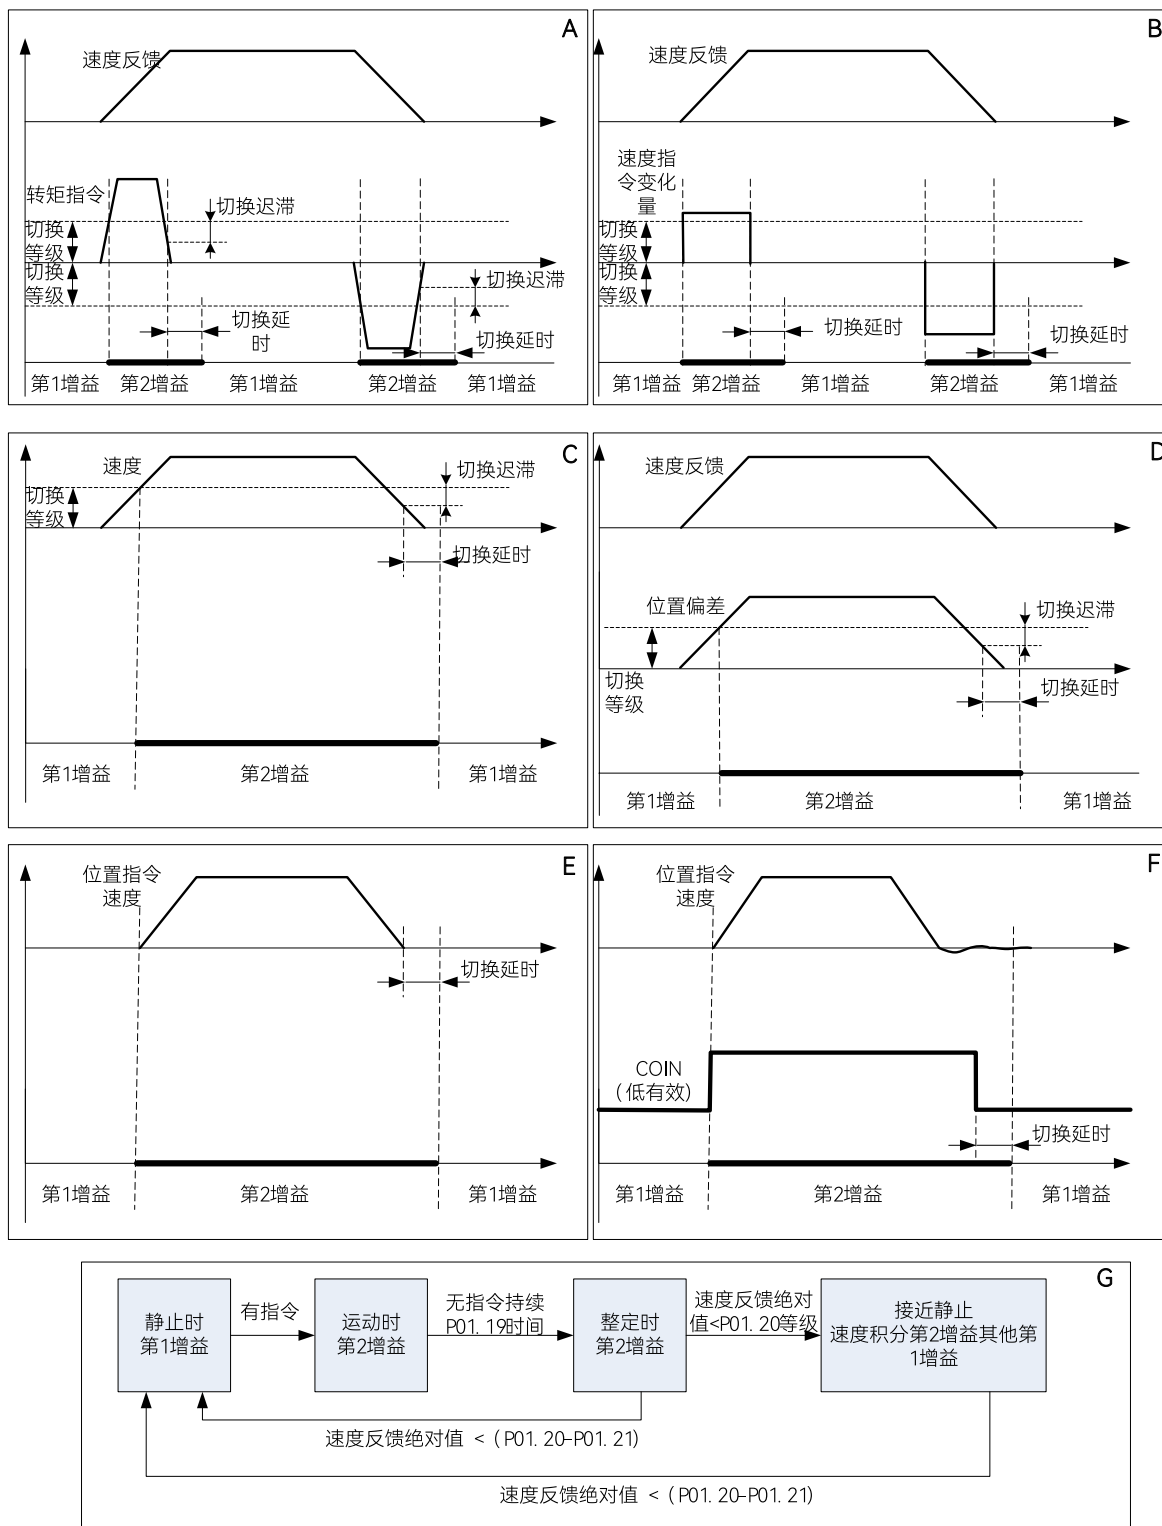

图 3.5 各种条件下增益切换时序图
时序图请按编号在图 3.5 中查看。其中：
- 3 当 P01.18 等于 10 时，各参数的定义与其他模式有所不同，请仔细对照图 3.5 中的 G 图进行理解。